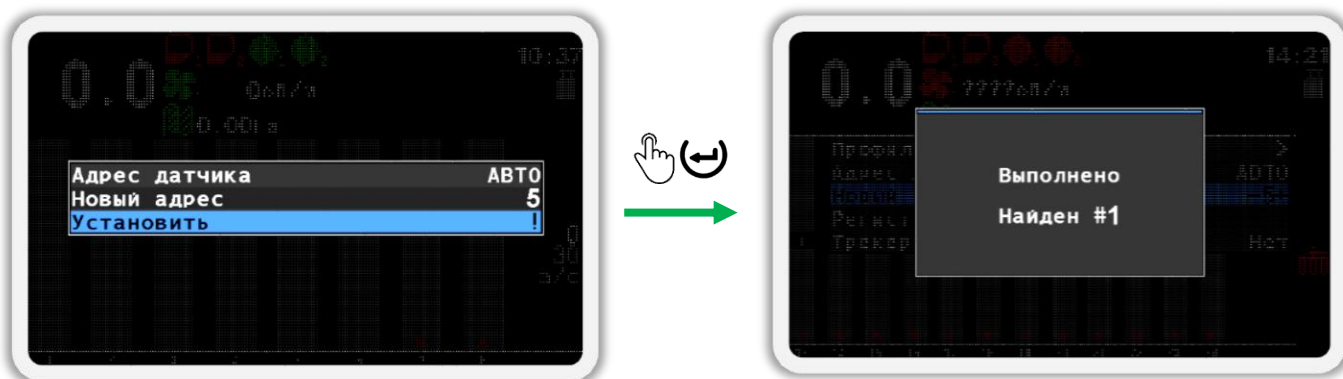

Рисунок 61
2. В экране меню «Конфигурация датчиков» (см. Рисунок 59 п.4), кнопками  «Вверх» и  «Вниз» выберите пункт  «Датчик высева» и нажмите кнопку  «Меню». В результате откроется меню «Датчик высева». (см. Рисунок 61 слева).
3. Кнопками  «Вверх» и  «Вниз» выберите пункт  «Адрес датчика» и убедитесь, что выбрано значение «АВТО» (см. Рисунок 61 слева). Для изменения этого параметра используются кнопки  «Плюс» и  «Минус».
4. Кнопками  «Вверх» и  «Вниз» выберите пункт  «Новый адрес» и кнопками  «Плюс» и  «Минус» задайте новый программный адрес (см. Рисунок 61 слева).
5. Кнопками  «Вверх» и  «Вниз» выберите пункт  «Установить» и нажмите кнопку  «Меню». В результате удачного переименования на экран будет выведено сообщение - «Выполнено» (см. Рисунок 61 справа).